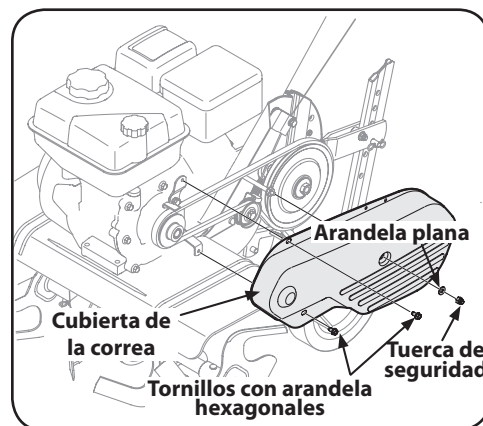

Figura 5-2
2. Retire la cubierta de la correa desde el lado izquierdo de la cultivadora retirando los dos tornillos con arandelas hexagonales y la tuerca y arandela de seguridad. Vea la Figura 5-2.